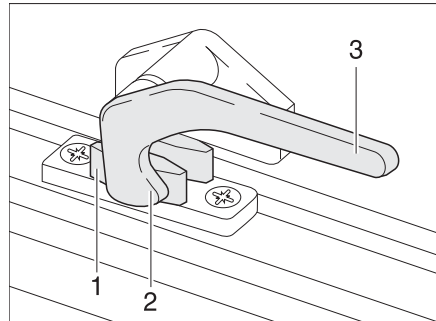
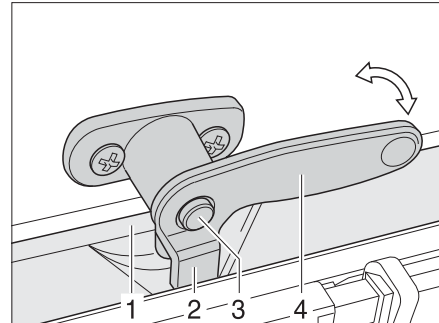

Bild 64 Låsarm i läget "stängd"
Bild 65 Låsarm med låsknapp i läget "stängd"
- Tryck på låsknappen (Bild 65,3) om sådan finns och håll den nedtryckt.
- Sväng låsarmen (Bild 64,3) resp. Bild 65,4) ett kvarts varv mot fönstrets mitt.
- Sväng låsarmen (Bild 64,3) resp. Bild 65,4) ett kvarts varv mot fönsterkarmens mitt. Låsspaken (Bild 64,2 resp. Bild 65,2) är placerad på insidan av fönsterlåset (Bild 64,1 resp. Bild 65,1).
- I läget "helt stängt" (Bild 64)